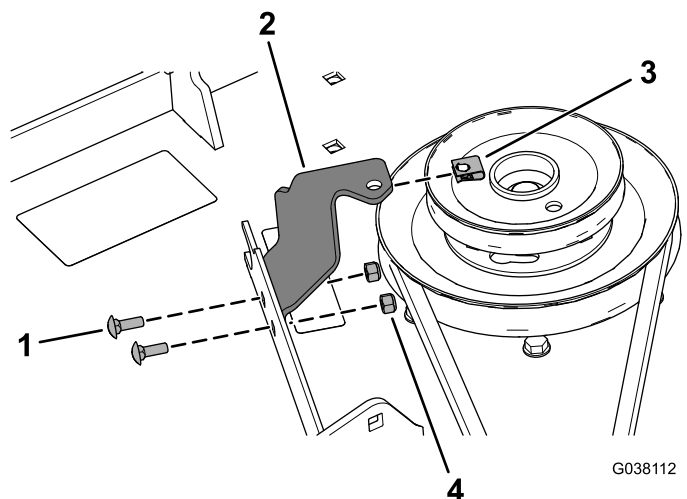

Figure 26
12. Fixez le support du protège-courroie sur le tablier de coupe à l'aide de 2 boulons de carrosserie ($\frac{1}{4}$ x $\frac{3}{4}$ po) et de 2 contre-écrous ($\frac{1}{4}$ po), comme montré à la Figure 26.
13. Placez l'écrou rapide sur le support du protège-courroie (Figure 26).